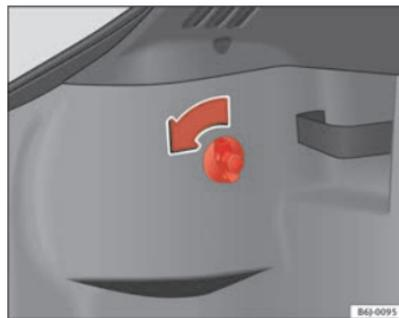

Fig. 144 Acceso a pilotos posteriores
- Gire el tornillo en el sentido de la flecha con la mano o la ayuda de un destornillador ⇒ fig. 144.
- Retire el conector del alojamiento **(A)** ⇒ fig. 144.